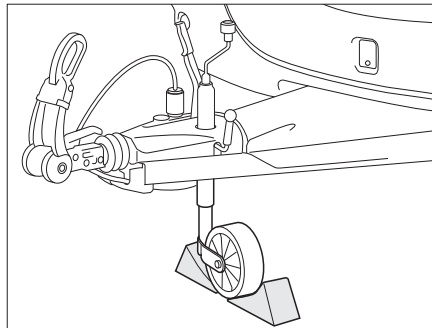

Fig. 161 Retener la rueda de soporte
- Colocar la rueda de soporte en posición transversal con respecto a la dirección de marcha y retenerla con dispositivos adecuados (Fig. 161).